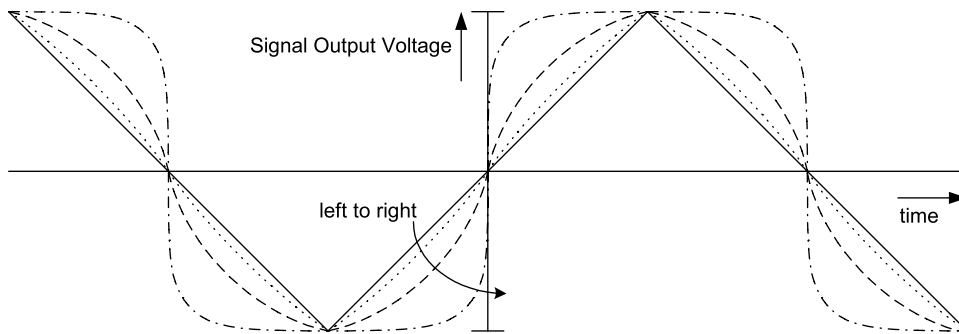

Abb. 8.4.2 Signalverzerrung einer Dreiecksspannung
Abb. 8.4.2 zeigt noch mal exemplarisch, wie sich ein Dreiecksignal mit zunehmender Verzerrung verändert. Die ‚Signal Output Voltage‘ ist jetzt für verschiedene Stellungen des **[distortion]**-Reglers (5) über die Zeit abgetragen.